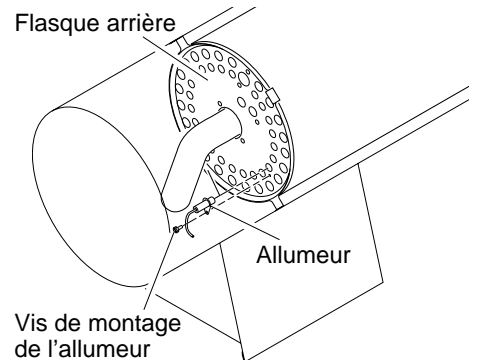

Figure 18 - Retrait de la vis de montage et de l'allumeur
3. Retirer la vis de montage de l'allumeur par le flasque arrière, à l'aide d'une clé à douille ou d'un tournevis standard (voir la figure 18).